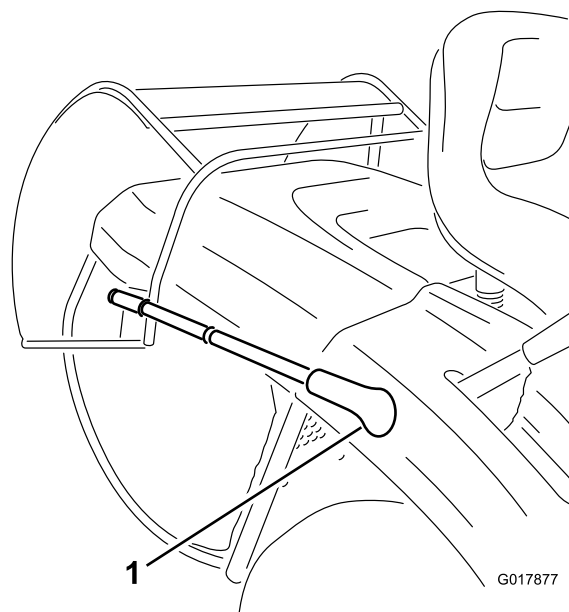

Figure 15
3. Tirez le levier de vidage du bac à herbe vers l'avant et faites basculer le bac à herbe (Figure 15).